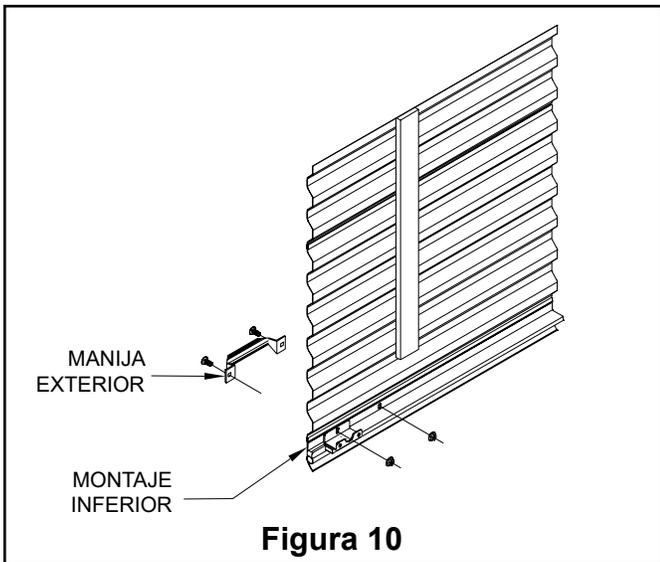

Figura 10
**6.2** Adjunte una guarda al borde interior, inferior de cada lado de la puerta usando un (1) perno de cabeza redonda de 1/4" y una tuerca de reborde que se acaba de quitar. En puertas que tengan dos manijas, instale una de las manijas a medida que instala la guarda del lado izquierdo (véase la Figura 10).
**8.2** Manija exterior: Adjunte la manija al borde exterior inferior de la puerta usando los dos (2) pernos de cabeza redonda de 1/4" y tuercas de reborde provistos (véase la Figura 10). Las puertas de 8' de ancho y más grandes tendrán dos manijas.